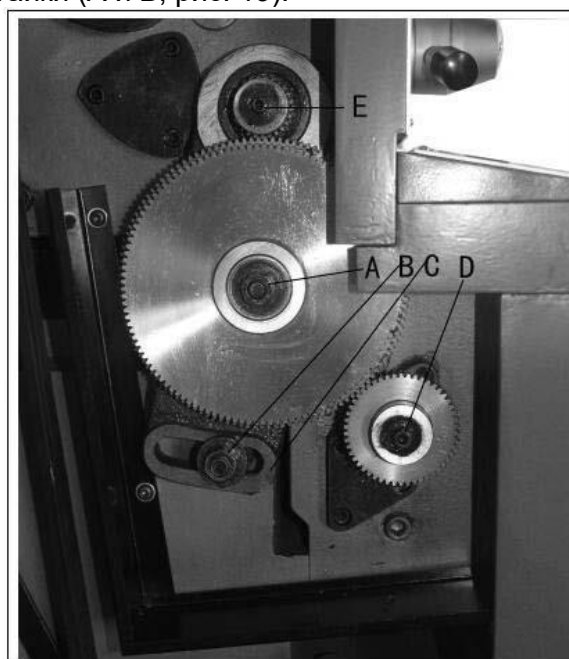
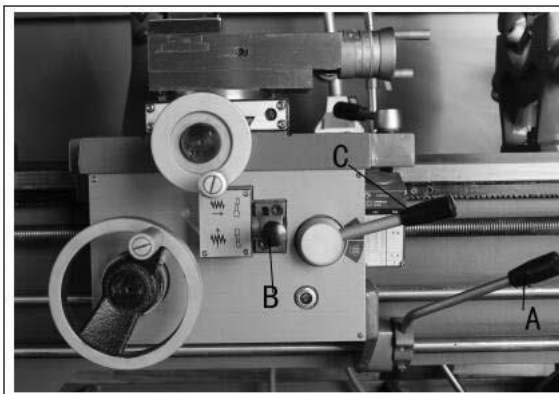

Рисунок 19
Рисунок 20
Ослабьте гайки (А&В, рис. 19).
Сдвиньте раму (С, рис. 19) и временно удерживайте на месте путем затягивания гайки (В, Рис. 19).
Снимите винты с шестигранной головкой (D и / или E, рис.19), в зависимости от того, какая передача должна быть изменена.
Ослабьте гайку (В, рис. 19), сдвиньте раму назад, чтобы произошло сцепление зубцов на зубчатых передачах, и затяните гайки (А и В, рис. 19).
Переведите переключатель прямого / обратного хода (А, рис.20) в верхнее или нижнее положение в зависимости от нужного направления.
Нажмите рычаг (В, рис.20) влево и вниз, чтобы включить поперечный суппорт.
Установите рукоятку вперед / назад (А, рис.20) вверх или вниз в зависимости от желаемого направления.
Примечание: Для резьбы рукоятка (D) будет установлен на «С» или «Е», в зависимости от требуемой резьбы. Поверните рукоятку (В, рис. 19) вправо. Поверните рукоятку маточной гайки (С, рис.20).